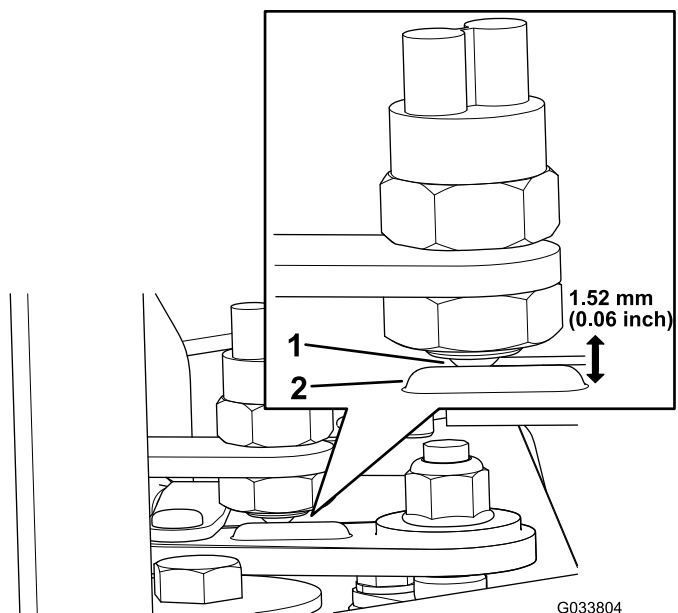

図 5
4. ボールスイッチがシフトレバーの盛り上がり部分の前にあることを確認する 図 5。
5. シフトレバーのこぶとボールスイッチの面との間のすきまが 1.52mm になるように、ボールスイッチの位置を調整する 図 5。